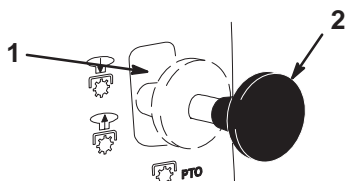

Figure 5
2. Tirez la commande de lame (PDF) en position Engagée (Fig. 5).
2. Poussez la commande de lame (PDF) en position Désengagée (Fig. 5).